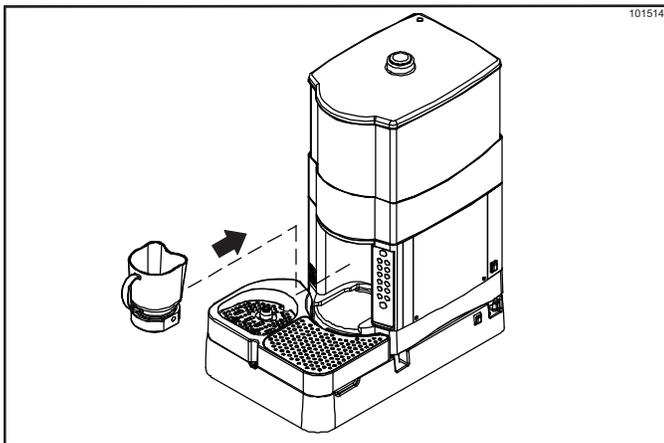

Figura 6-8
4. Coloque la jarra sobre la base de la mezcladora. (Véase la figura 6-8).